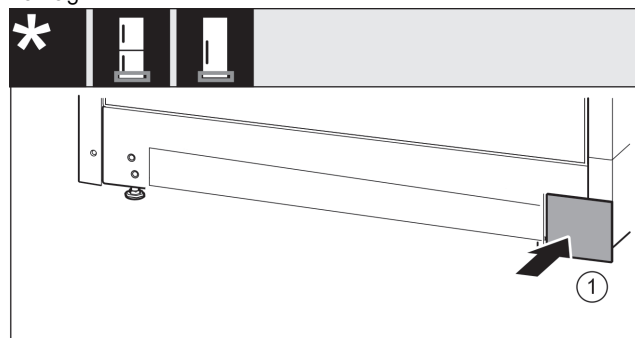

Fig. 22
- Ponovno natakните poklopac Fig. 22 (1) na drugu stranu.